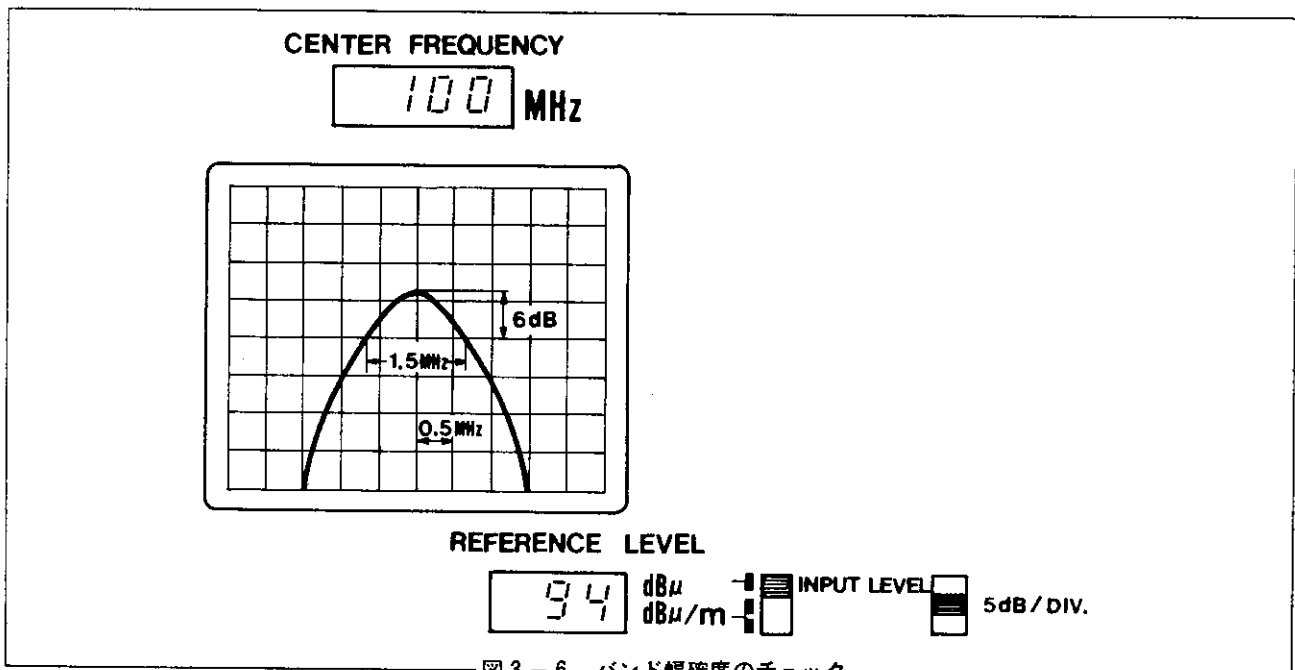

図3-6 バンド幅確度のチェック
2. [図3-6]に示すように、波形のピークが管面中央の線より6dB(1.2div.), 上になるよう IF